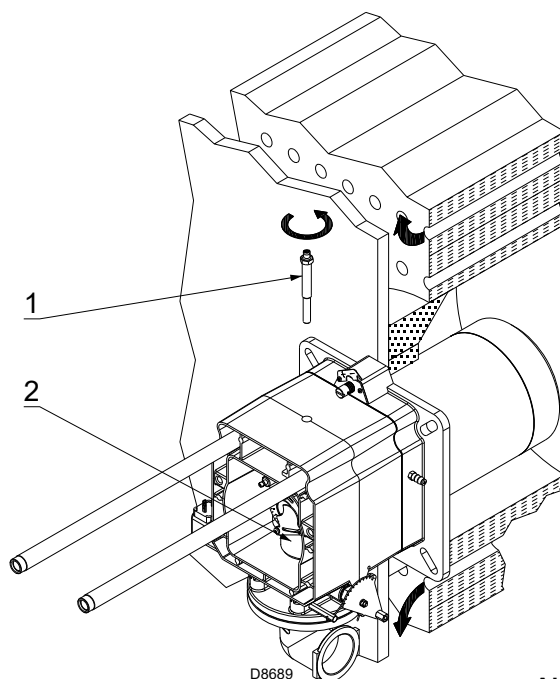

Abb. 13
- Entfernen Sie die Schraube 1)(Abb. 13);
- ziehen Sie den Innenteil 2)(Abb. 13) des Kopfs heraus und führen Sie die Einstellung durch.
An dieser Stelle der Installation ist der Flammkopf am Kessel wie in Abb. 13 angebracht.